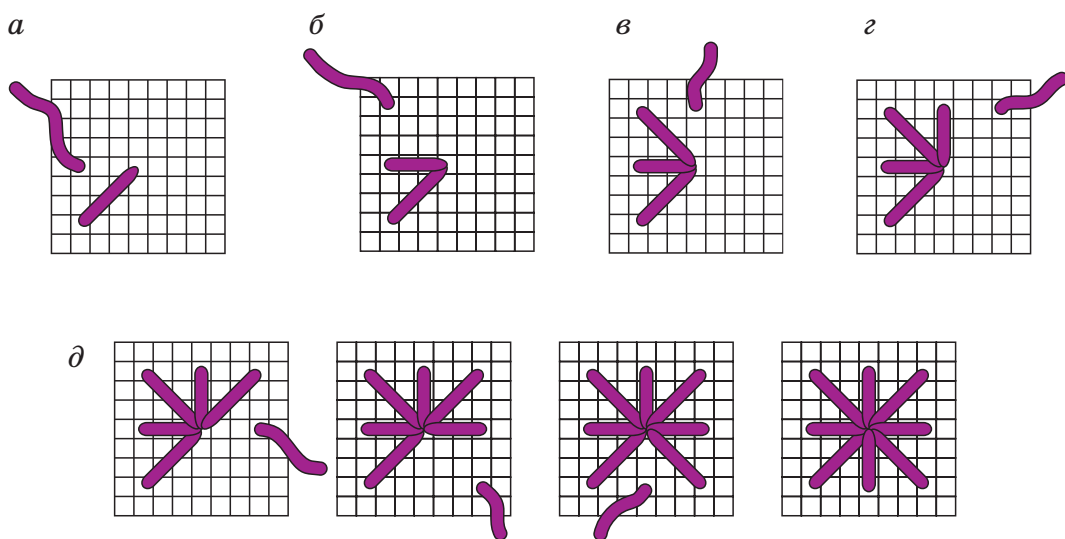

Рис. 67. Звёздочки: последовательность выполнения
**Звёздочки** обычно используют в рисунках, идущих от края полотна к центру. Технология вышивки этого элемента проста. Звёздочка складывается из восьми стежков. Выводят иглу на лицевую сторону, отсчитывают 3 нити горизонтально вправо и 3 нити вверх, вводят иглу на изнаночную сторону (центр звёздочки). Отсчитывают 3 нити горизонтально влево, выводят (рис. 67, а) и вводят в центр звёздочки. Отсчитывают 3 нити прямо вверх и 3 влево, выводят (рис. 67, б) и затем вкалывают в центр звёздочки (рис. 67, в). Продолжают стежком вниз через 3 нити (рис. 67, г), наклонным стежком (рис. 67, д) и т. д.